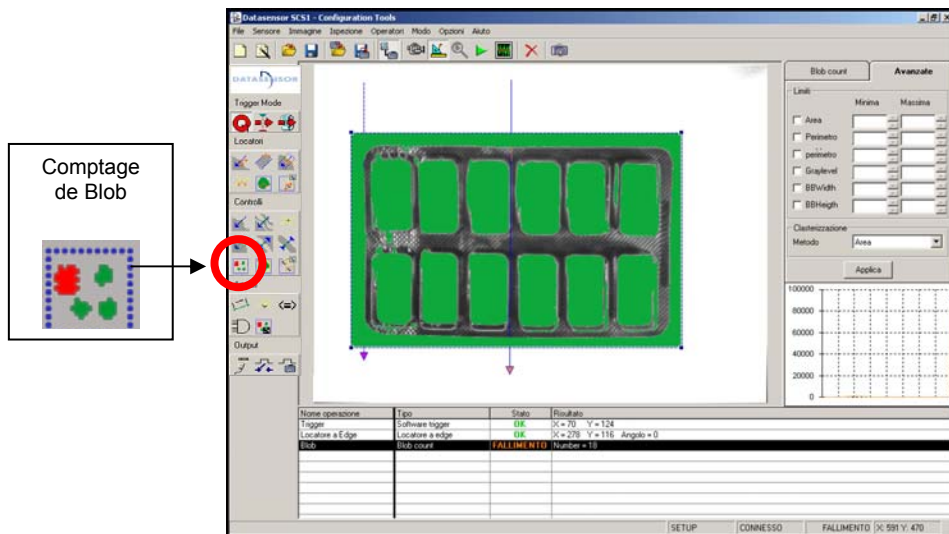

Figure 13
- Choisir comme Système de référence le Localisateur de frontière précédemment utilisé (Figure 13). Ce faisant la position du Comptage de Blob est relative à la position de l'edge (frontière) identifiée par le Localisateur de frontière : si le blister se déplace vers le haut ou le bas, la position de l'edge change en conséquence et le rectangle du Comptage de Blob le suit.